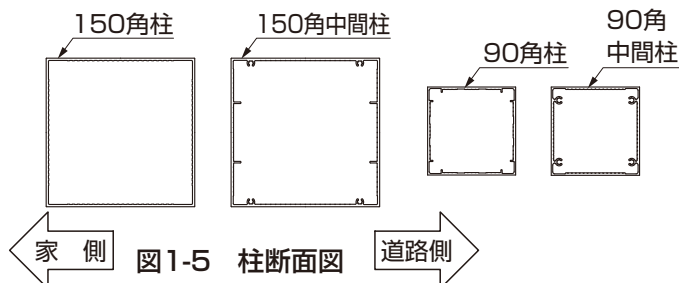

図1-5 柱断面図
- 中間用の柱には向きがあります。(図1-5参照) 間違えた場合、施工補助部材が取付けできません。